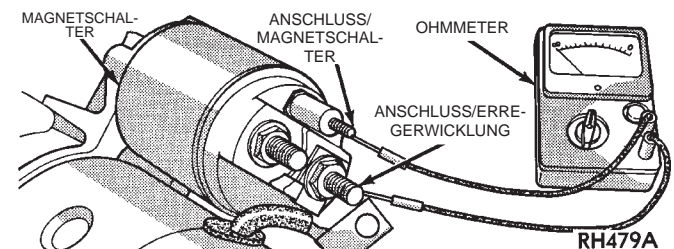

Abb. 9 Durchgang zwischen dem Magnetschalteranschluß und dem Anschluß/Erregerwicklung prüfen—Typisch
(1) Anlassermotor ausbauen. Näheres hierzu siehe **"Anlassermotor"** im Abschnitt "Aus- und Einbau" in diesem Kapitel.
(2) Kabel vom Anschluß/Erregerwicklung des Magnetschalters abklemmen.
(3) Mit einem Durchgangsprüfer Durchgang zwischen dem Magnetschalteranschluß und dem Anschluß/Erregerwicklung prüfen (Abb. 9). Besteht Durchgang, weiter mit ; andernfalls den defekten Anlassermotor austauschen.